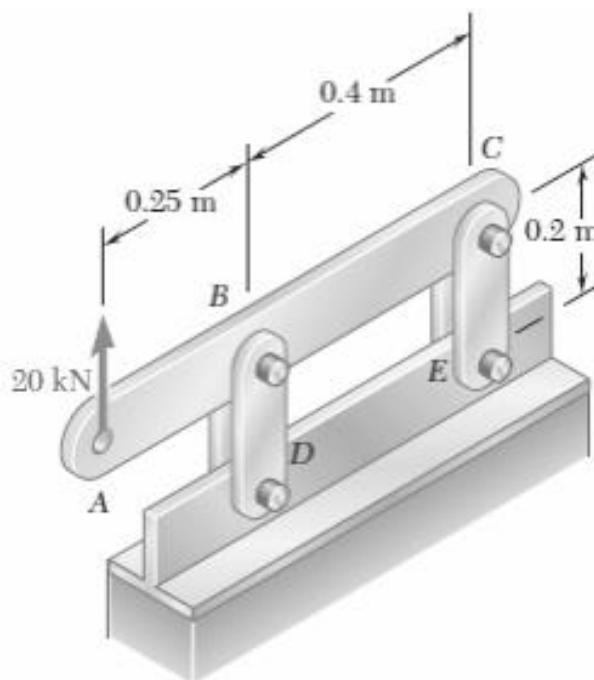

Figura 2.16
2.2.10 Na Figura 2.16 cada barra BD e CE tem de secção 8x30 mm, e cada pino tem um diâmetro de 12 mm. Determine as tensões normais nas barras e as tensões de corte nos pinos.